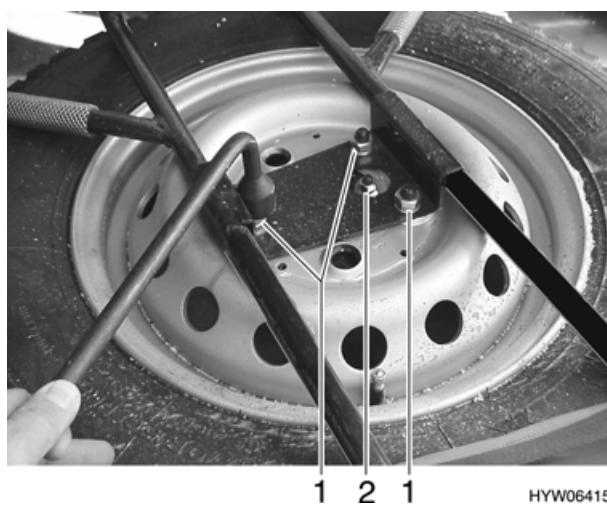

Bild 110 Ersatzrad, Halteschrauben
- Halteschrauben (Bild 110,1) lösen.
- Verschraubung (Bild 110,2) für Fixierung lösen.